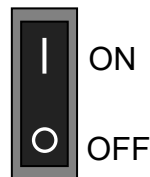

Figura 5.1.1
- Impostare l'interruttore di alimentazione sul retro dell'armadio di Faxitron Core sulla posizione "ON". Vedere la Figura 5.1.1.